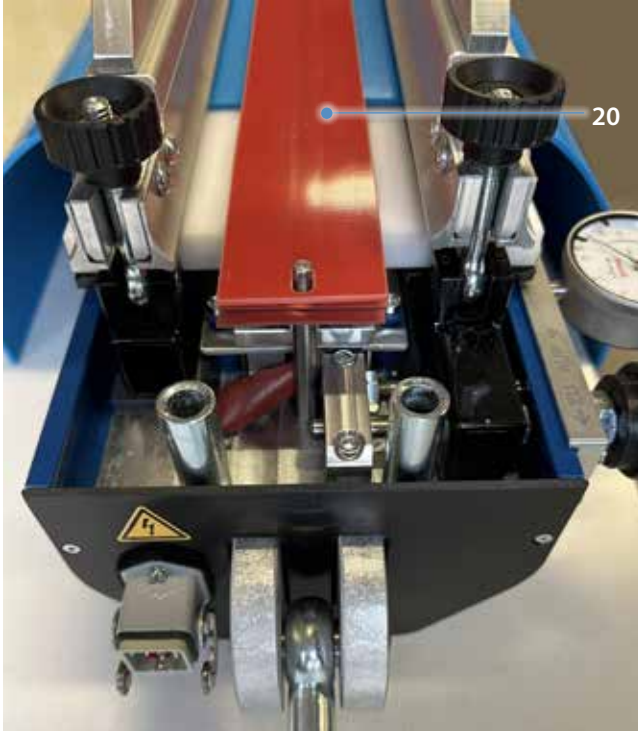

Abb. 4.2.7
17. Je nach Bandtyp vorgeschriebenes Abdeckmaterial über die volle Heizfläche auf die gesamte Breite aufbringen und zweite HGW-Einlage (20) auf dem Abdeckmaterial positionieren. (Abb. 4.2.7)